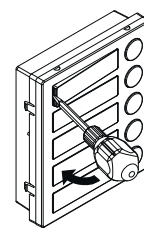

Fig. 6
- Fare leva con il cacciavite come mostrato in **Fig. 6** per rimuovere il porta-cartellino (fare attenzione a non ammaccare la placca);